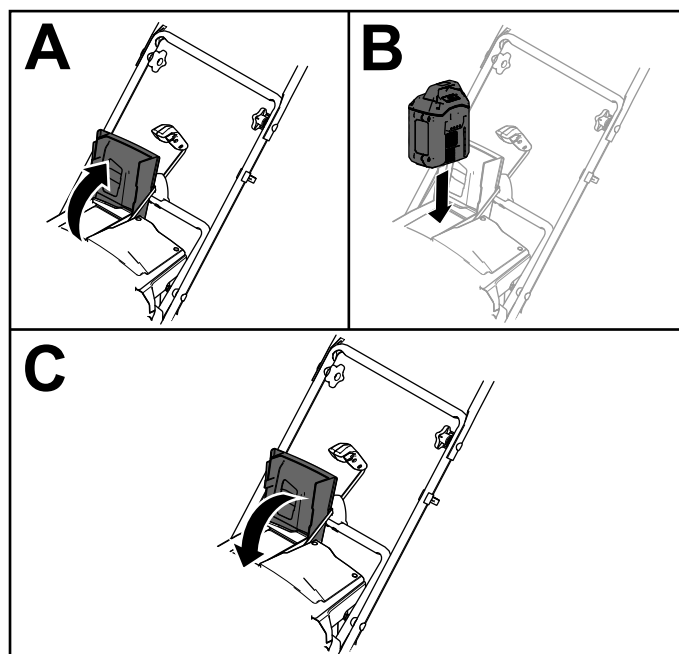

Figura 9
2. Ridicați capacul compartimentului pentru acumulator (A din Figura 9).
3. Aliniați canalul acumulatorului cu proeminența de pe mână i glisați acumulatorul în compartiment până când se fixează prin blocare (B din Figura 9).
4. Închideți capacul compartimentului pentru acumulator (C din Figura 9).